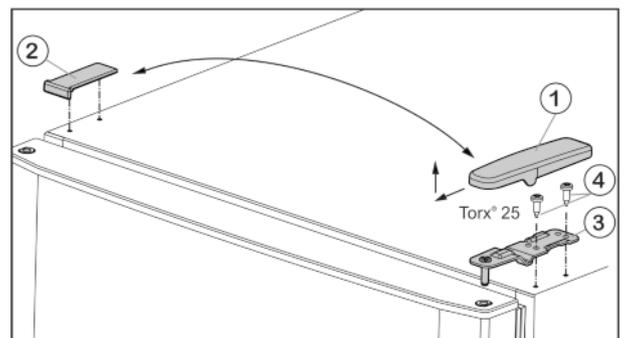

Fig. 4
- ▶ Потяните крышку Fig. 4 (1) вперед и вверх.
- ▶ Снимите крышку Fig. 4 (2).
- ▶ Открутите верхний опорный кронштейн Fig. 4 (3) (2 шт. Torx® 25) Fig. 4 (4) и вытяните вверх.
- ▶ Установите верхнюю дверцу на средний опорный кронштейн (13).
- ▶ Установите верхний опорный кронштейн Fig. 4 (3) на новой стороне шарнира и защелкните в дверце.
- ▶ Привинтите верхний опорный кронштейн (с моментом 4 Нм) (2 шт. Torx® 25) Fig. 4 (4). При необходимости используйте аккумуляторный шурупверт.
- ▶ Наденьте и защелкните крышку Fig. 4 (1) на противоположной стороне снаружи.
- ▶ Также наденьте сверху и защелкните крышку Fig. 4 (2) на противоположной стороне.